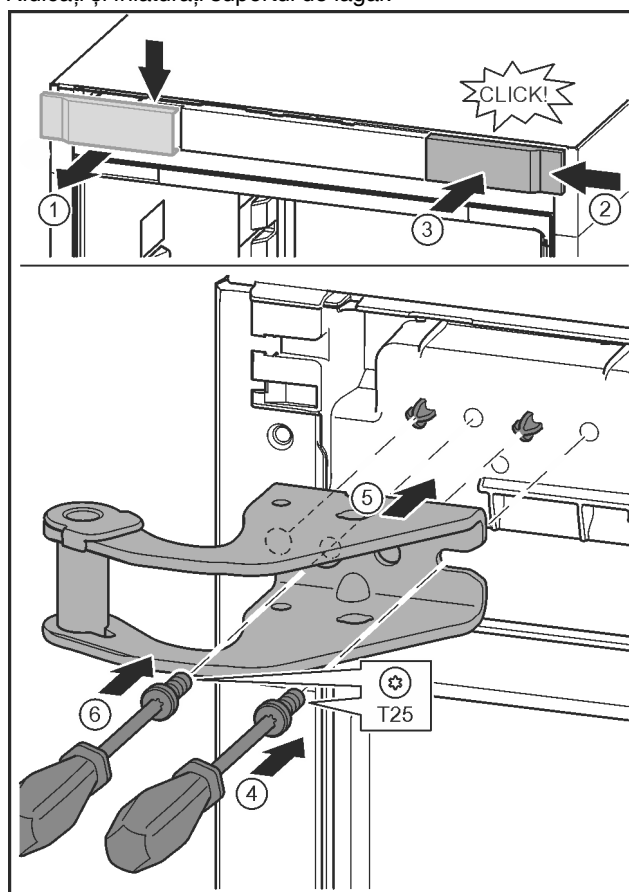

Fig. 15
- ▶ Desprindeți capacul și scoateți-l în lateral. Fig. 15 (1)
- ▶ Acroșați pe cealaltă parte din dreapta capacul rotit cu 180°. Fig. 15 (2)
- ▶ Fixați capacul în poziție. Fig. 15 (3)
- ▶ Aplicați șurubul cu șurubelnița T25. Fig. 15 (4)
- ▶ Aplicați suportul de lagăr superior. Fig. 15 (5)
- ▶ Înșurubați ferm șurubul. Fig. 15 (4)
- ▶ Introduceți șurubul cu șurubelnița T25 și înșurubați ferm. Fig. 15 (6)